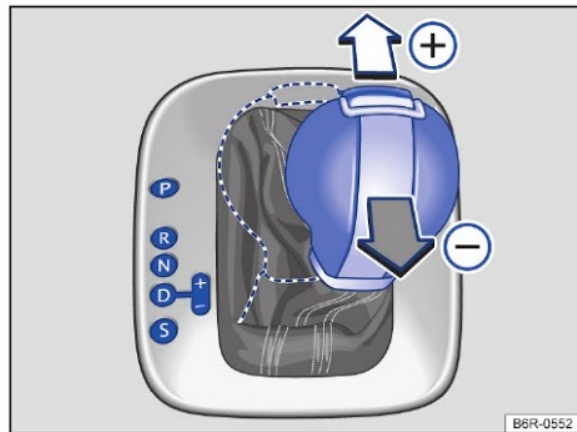

Fig. 85 Alavanca seletora na posição Tiptronic.
- Mover a alavanca seletora para frente (+) ou para trás (-) para aumentar ou diminuir a marcha → Fig. 85. ▶